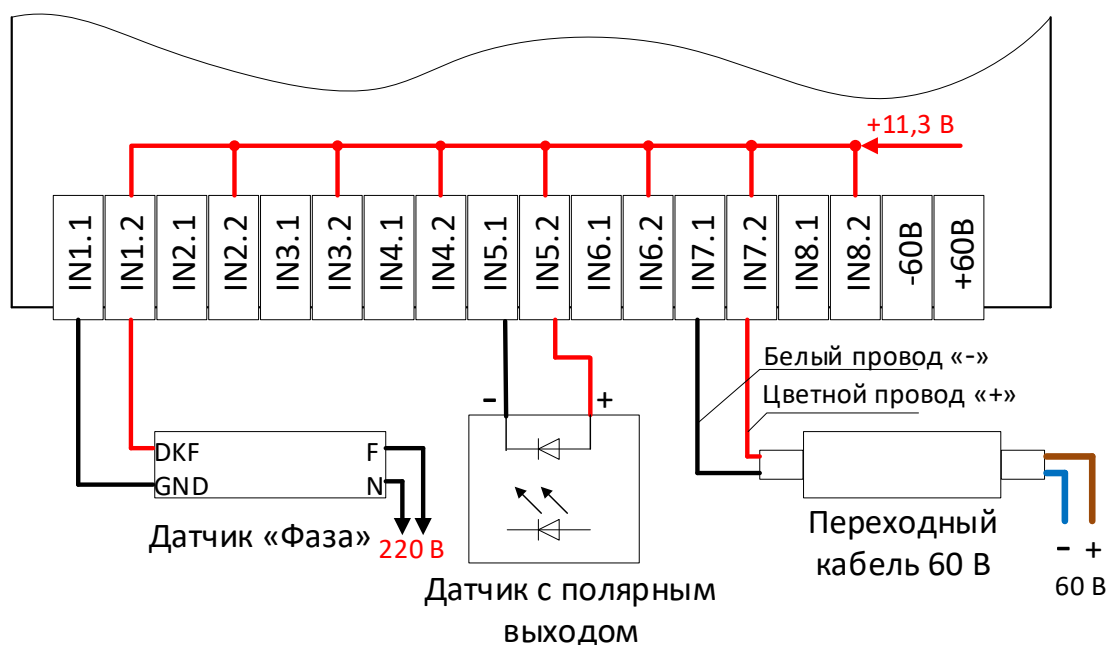

Рис.2.6. Подключение дискретных датчиков, имеющих полярный выход
- К изделию можно подключать дискретные датчики, выход которых, имеет полярность. Однако, следует учитывать, что клеммы изделия, имеющие положительный потенциал объединены друг с другом на его плате (см. рис. 2.6). Кроме того, такое подключение возможно, только если переключка выбора питания датчиков X2 установлена в положение «12В». (Исключением являются полярные датчики, выход которых выдерживает 60В)